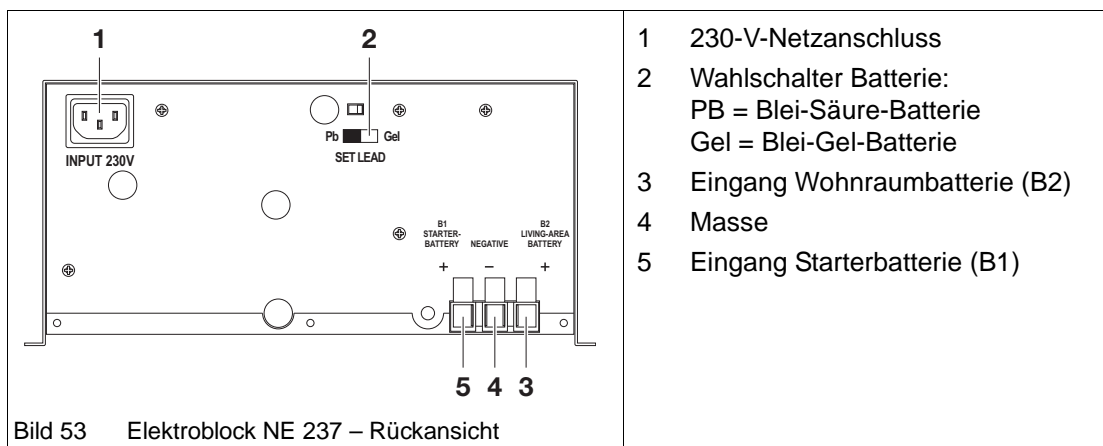

Bild 53 Elektroblock NE 237 – Rückansicht
- ➔ Kontrollieren Sie, ob sich der Batterie Wahlschalter (Bild 53/2) in der korrekten Stellung (PB oder Gel) befindet.
- ▲ Wenn der Batterie-Wahlschalter (Bild 53/2) in der falschen Position steht, kann die Wohnraumbatterie beschädigt werden.
- ➔ Trennen Sie den Elektroblock NE 237 vom Netz, bevor Sie den Batterie-Wahlschalter (Bild 53/2) umschalten.